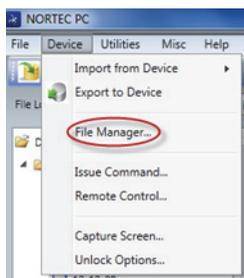

Figura 6-21 Il comando File Manager
- ◆ Nel menu **Device** (dispositivo) del software NORTEC PC, selezionare **File Manager** (gestore di file) [vedere Figura 6-21 a pagina 348].